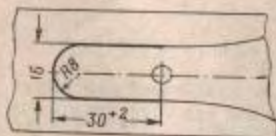
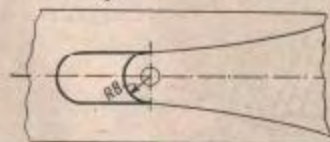

Рис. 77. Разделка паза для вклейки
Рис. 80. Сработка вклейки
(I) При наличии трещины или откола ложки сзади хвостовика затворной коробки разделить паз для вклейки (рис. 77), изготовить вклейку (рис. 78), поставить ее на клею в паз (рис. 79) и обработать (рис. 80).